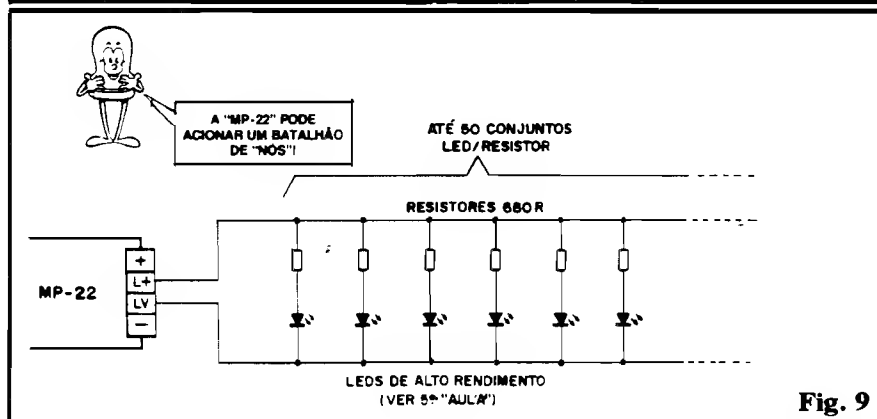

Fig. 9
- **FIG. 9** - Para quem gosta de reais "exageros", existe uma possibilidade de controle, usando-se LEDs no lugar das lâmpadas... Embora um pouquinho mais complicada (mas ainda assim sem apresentar grandes problemas...), esse tipo de instalação traz, como "bônus", a imensa QUANTIDADE de pontos luminosos rítmicos (dá para deixar acanhada qualquer Árvore